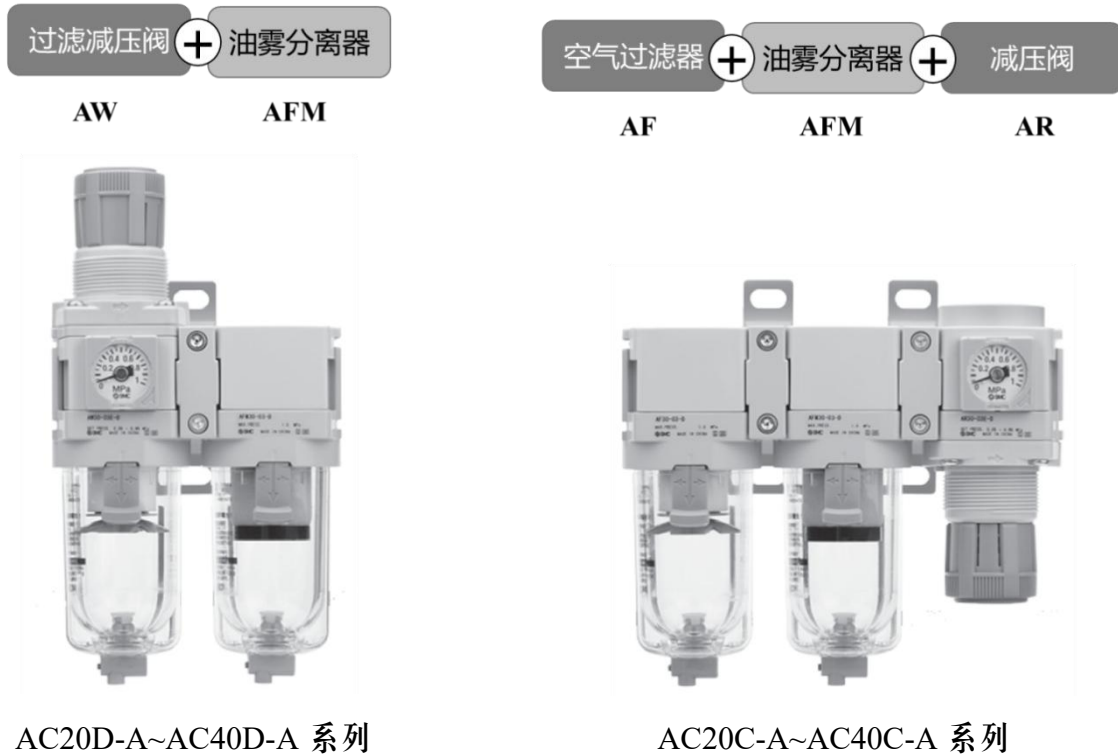

图 2. 调压过滤器组合
①在主管路中配备压缩空气干燥机，过滤掉压缩空气中产生的大部分水分，过滤后的压力露点可达到 -20°C ；
②选择任意与图 2 一致的调压过滤器组合安装在定位器管路的前端，安装时需过滤减压阀（空气过滤器）在前，油雾分离器在后，要求过滤器过滤粒径在 $5.0\mu\text{m}$ 以上的颗粒，最高残余油